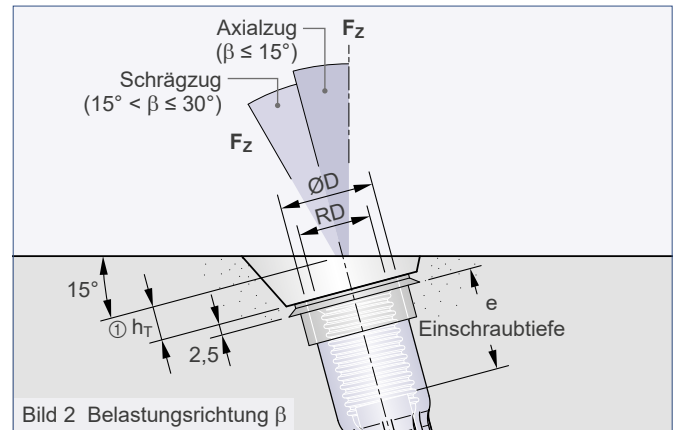

Bild 2 Belastungsrichtung  $\beta$
① Die Einbautiefe  $h_T$  der Aussparungsteller SZ15 ist zu berücksichtigen (Bild 2, Tabelle 3 oder 5).
③ Auch in Ausführung Edelstahl erhältlich (Artikel-Nr. 75M\_\_VA).